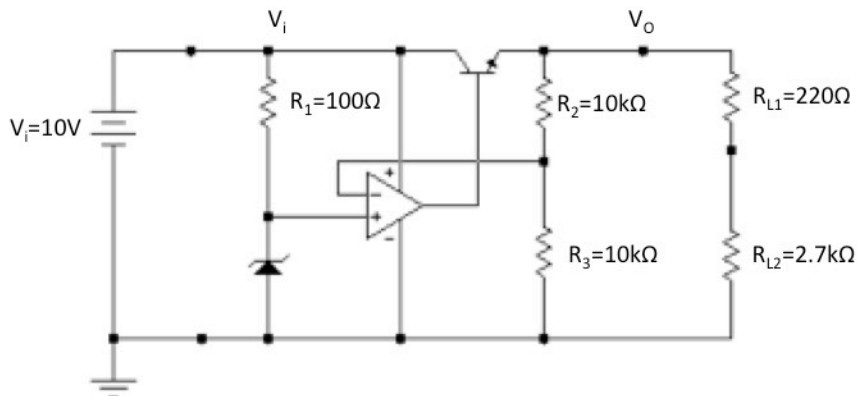

Figura 2: Regulador de Voltaje en Serie con OpAmp
La figura 2 muestra un regulador de voltaje tipo serie con amplificador operacional. El voltaje de salida del amplificador operacional es proporcional a la diferencia de voltaje en sus entradas. Cuando el voltaje en la salida intente disminuir, el divisor de voltaje que forman  $R_2$  y  $R_3$  hará que disminuya el voltaje en la entrada invertidora del OpAmp. Eso hará que la diferencia instantánea en los voltajes de entrada al OpAmp sea mayor y así el voltaje del OpAmp aumentará, compensando la disminución en la salida. Cuando el voltaje en la salida disminuya, ocurrirá exactamente lo opuesto. El voltaje en la salida del circuito se puede estimar como:
1. Modifique el circuito anterior, añadiendo un Op-Amp (LM741) como muestra la figura 2.